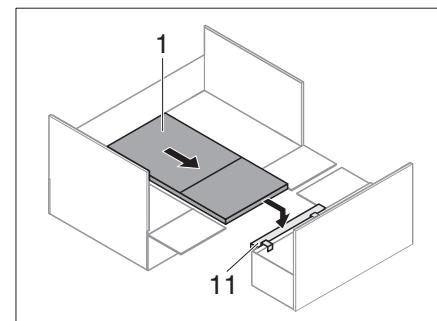

Fig. 233 Mesa sobre el soporte del somier
- Enganchar soporte del somier (Fig. 233,11).
- Extraer mesa colgante (Fig. 233,1) y colocarla sobre el soporte del somier (Fig. 233,11).